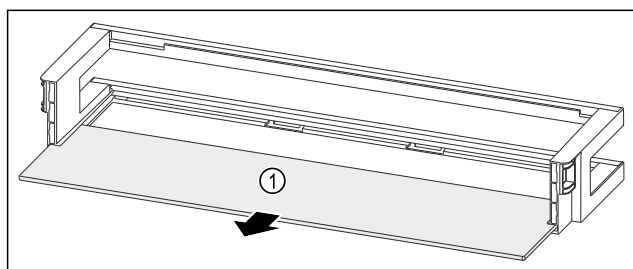

Fig. 124 Balconcino controporta con ripiano
- ▶ Rimuovere il ripiano Fig. 124 (1).